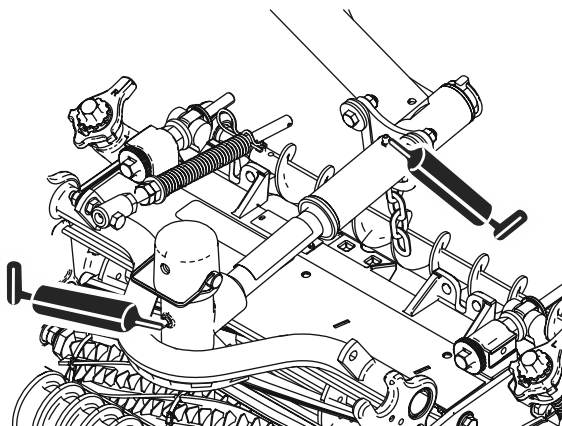

Figure 57
- Pivots d'unité de coupe (2 chacune); voir Figure 57.